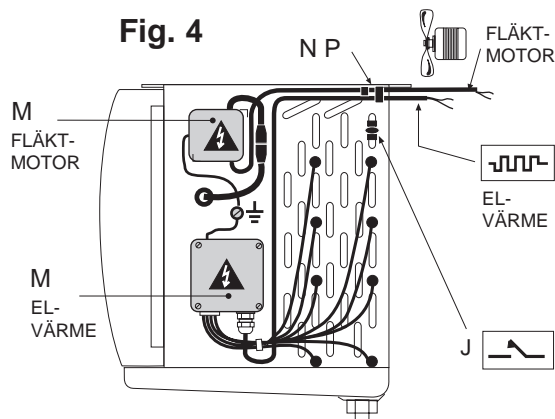

Fig. 5
- Tryckkontroll (Te, fig. 5); alla enheter är försedda med en shraderventil på sugledningen för anslutning av manometer. Efter att alla anslutningar utförts återmonteras båda sidostyckena på enheten.
- Anslut dräneringsledning (F) till anslutning (G).